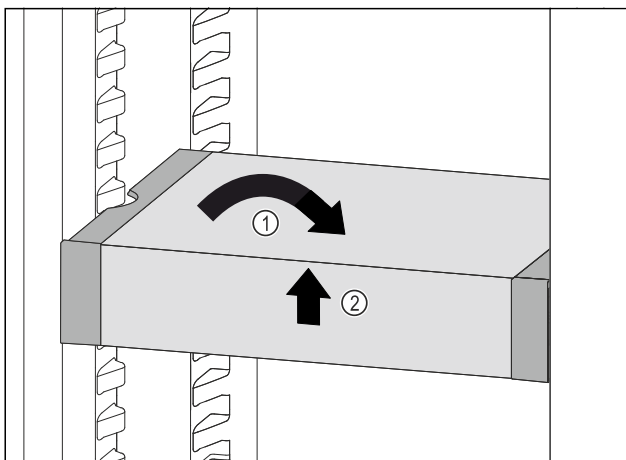

Fig. 143
- VarioSafe recht zetten. Fig. 143 (1)
- VarioSafe aan voorkant optillen. Fig. 143 (2)